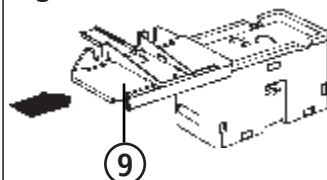

Fig. 8
5. Stellhebel einsetzen - der Zapfen des Stellhebels muss dabei in den Mitnehmerschlitz des Antriebes gelangen (Fig. 8).
5. Insert linkage lever - the pin of the linkage lever must be located in the cam slot of the motor (fig. 8).